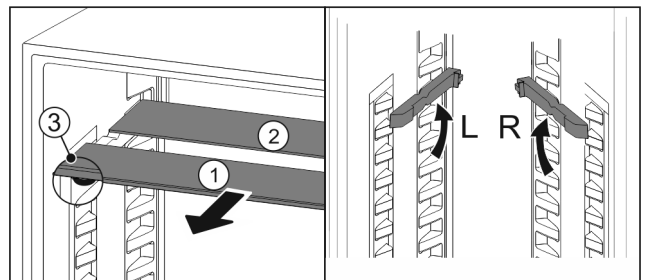

Fig. 90
- ▶ Retire las planchas de cristal individualmente hacia delante Fig. 90 (1).
- ▷ La placa de vidrio Fig. 90 (1) con moldura está situada delante.
- ▷ Los topes Fig. 90 (3) miran hacia abajo.